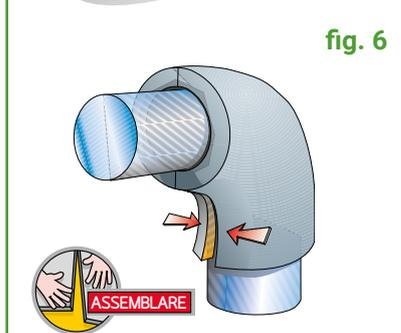

fig. 6
Rimuovere tutta la pellicola protettiva dal materiale (**fig. 6**)
Per tagliare i nastri alla lunghezza richiesta utilizzare una forbice/coltello evitando di tirare e strappare il nastro stesso. Applicare una pressione uniforme su tutta la lunghezza del nastro per farlo aderire correttamente una volta posato. Applicare fasce e nastri anche nelle giunzioni tra porzioni consecutive di materiale isolante (fig. 6)
- 6) Calzare il manufatto isolante ottenuto alla curva del tubo, unendo i bordi interni ed esercitando un'adeguata pressione (fig 6)
Dapprima, misurare la linea del profilo superiore della calotta: tale linea coincide con il diametro della circonferenza di materiale isolante da applicare (**fig. 6 e fig. 7**)